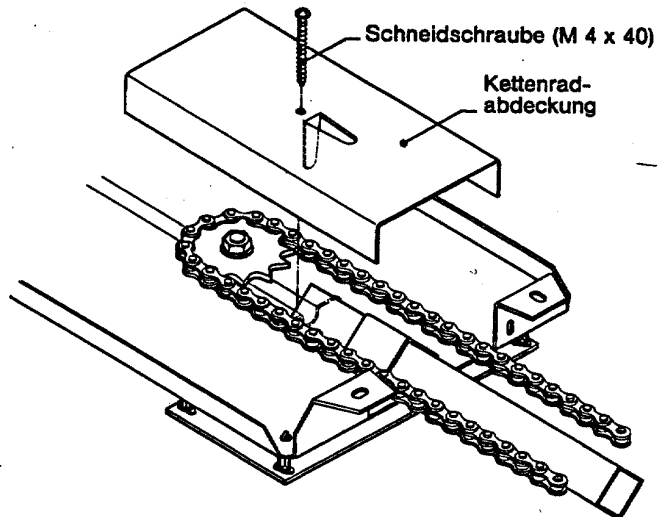

Bild 14
5.10.) Kettenradabdeckung aufsetzen und mit Schneidschraube (M 4 x 40) fixieren (Bild 14).